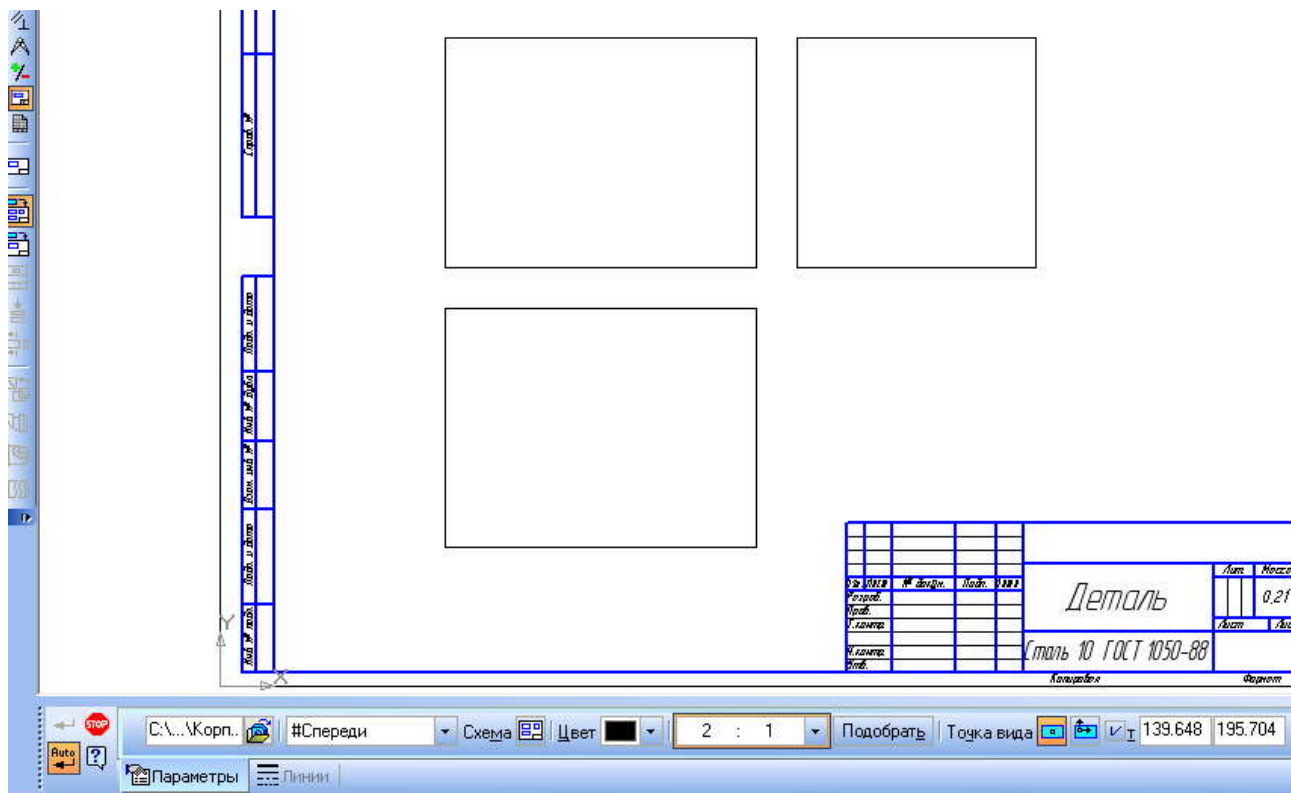

Рисунок 58
5. Выберите файл-источник 3D модели и откройте его. По умолчанию на экране появляются три рамки, обозначающие виды спереди, сверху и слева (рисунок 58). При необходимости, измените масштаб в строке свойств -